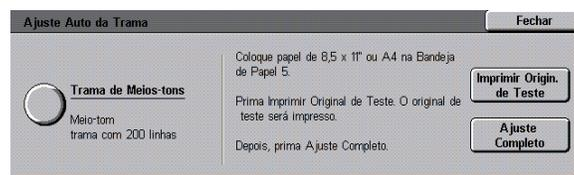

Figura 52: Ecrã Ajuste Auto de Trama
- 2 Prima o ícone **Ajuste Auto de Trama** para visualizar o ecrã Ajuste Auto de Trama, tal como ilustrado na Figura 52.